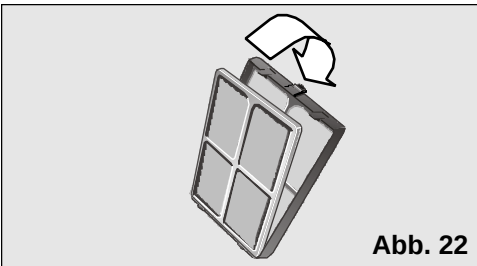

Abb. 22
- ❑ Zum Einbau des Spezialfilters, setzen Sie diesen bitte wie in **Abb. 22** dargestellt in den Filterrahmen ein. Danach setzen Sie den Filterrahmen wieder ins Gerät ein und schließen Sie die Gerätefront.